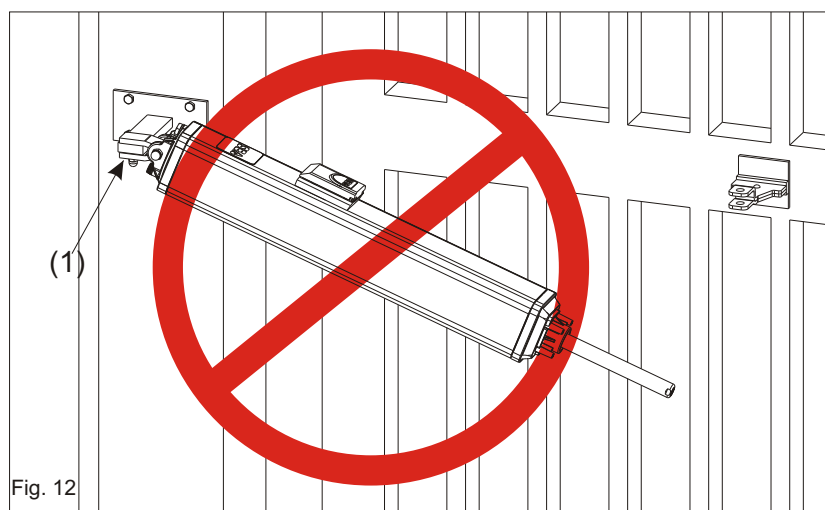

Fig. 12
- Fixer la fourche oscillante comme dans Fig. 12